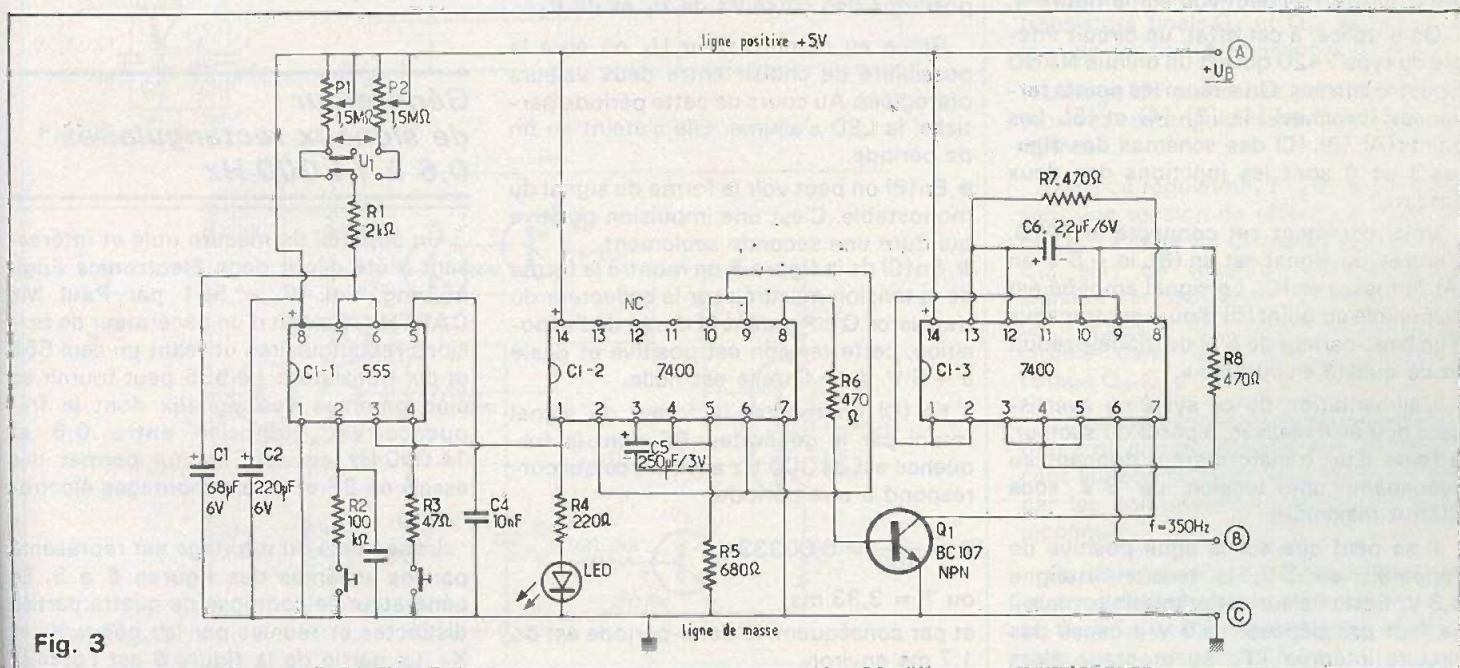
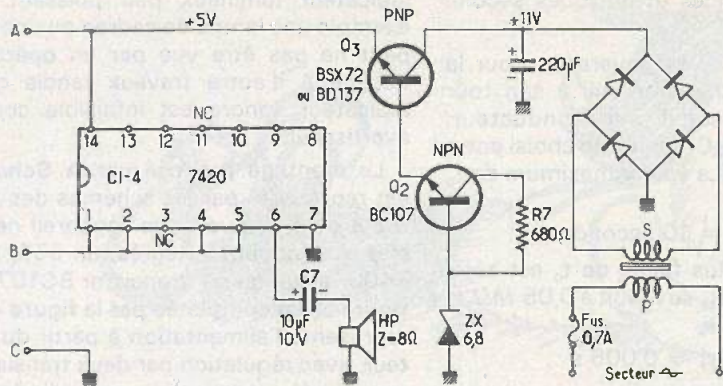

Fig. 3
Fig. 4
Le montage proposé par A. Schuster est représenté par les schémas des figures 3 et 4. On voit que l'appareil nécessite trois circuits intégrés, un 555, deux 7400 ainsi qu'un transistor BC107. La figure 3 est complétée par la figure 4 qui représente l'alimentation à partir du secteur, avec régulation par deux transistors, une diode zener et quatre diodes de redressement.
Considérons le schéma général de la figure 3 et partons du 555, CI-1 monté en générateur de signaux d'horloge, c'est-à-dire en oscillateur.
Le générateur ne fonctionne qu'à la fin de la période déterminée par le réglage de P_1 ou P_2 et son signal est transmis à l'amplificateur réalisé avec le circuit intégré CI-4 que l'on peut voir sur la figure 4.
On a utilisé, à cet effet, un circuit intégré du type 7420 qui est un unique NAND à quatre entrées. On a réuni les points terminaux (broches) [1], [2], [4] et [5]. Les points (A), (B), (C) des schémas des figures 3 et 4 sont les jonctions des deux dessins.
que le 555 peut fonctionner avec une tension pouvant atteindre 12 V et parfois 15 V. Le schéma de l'alimentation est inclus dans la figure 4. On y trouve le redresseur en pont à quatre diodes.
Dans sa réalisation matérielle, l'appareil sera monté sur une seule platine correspondant à la réunion par les points (A), (B) et (C) des schémas des figures 3 et 4. On peut voir que le transistor Q_3 donne lieu à une chute de tension de $11 - 5 = 6 \text{ V}$. Cette chute est variable et dépend de la régulation s'exerçant sur la ligne positive de 5 V par le système $Q_2 - Q_3 - ZX 6,8$. Ne pas connecter les broches NC sur le schéma de l'appareil. Sur ceux-ci, les CI sont indiqués par leurs boîtiers du type rectangulaire, vu de dessus, le [1] à gauche du repère.